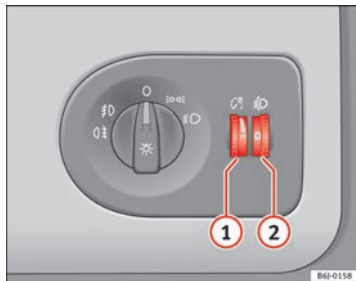

Fig. 58 Painel de instrumentos: reguladores da iluminação dos instrumentos, dos comandos e do alcance dos faróis
Com a luz acesa, é possível regular a intensidade da iluminação dos instrumentos e dos interruptores, rodando a roda recartilhada ⇒ Fig. 58 ①.